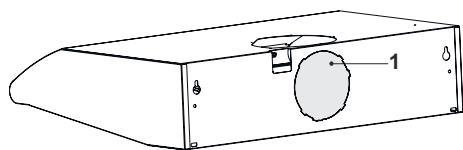

Fig. 18
4. ➔ Bank forsigtigt på pladen, for at få den af Fig. 18.